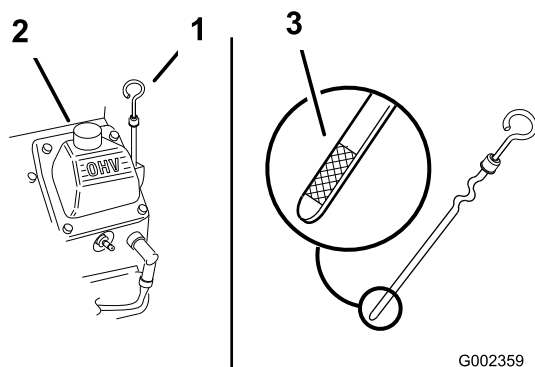

Figura 20
3. Pulite attorno all'asta di livello (Figura 20) in modo che la morchia non possa penetrare nel foro di rifornimento e danneggiare il motore.
4. Svitare l'asta di livello dell'olio e pulitene l'estremità (Figura 20).
5. Inserite a fondo l'asta di livello nel tubo di rifornimento, senza avvitarla (Figura 20).
6. Versate lentamente nel tubo di rifornimento (Figura 20) l'80% circa dell'olio indicato.